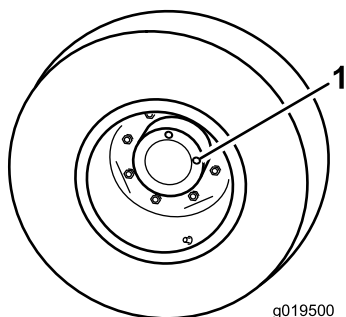

Figura 61
1. Com a máquina numa superfície plana, posicione a roda de forma a que 1 tampão de verificação fique na posição das 12 horas e o outro na das 3 horas (Figura 61).
2. Retire o tampão da posição das 3 horas (Figura 61).